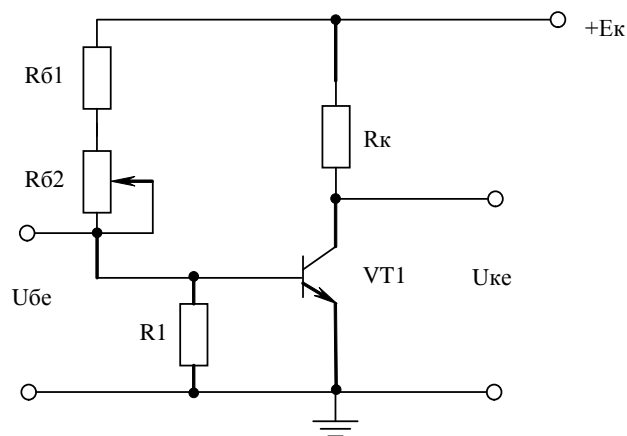

Рисунок 2 – Схема транзисторного підсилювача
1. Зібрати схему транзисторного підсилювача (рис.2) за наступними даними: